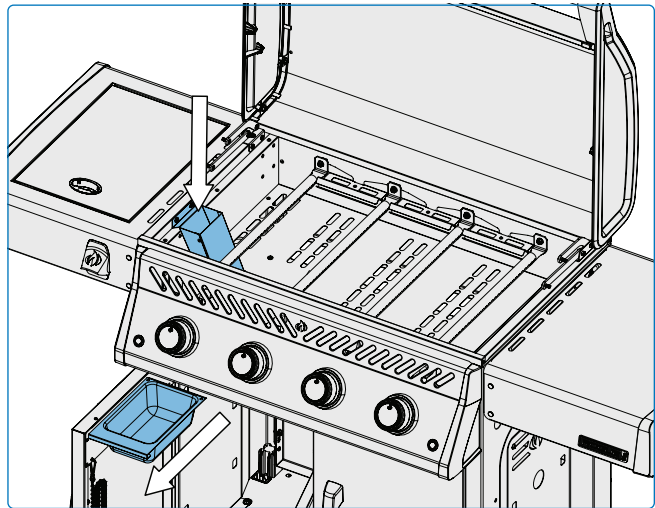

Fig. 12
1. Una vez que el aparato se haya enfriado completamente, extraiga con cuidado la bandeja recoge gotas del carro del aparato sin inclinarla. **(Fig. 12).**